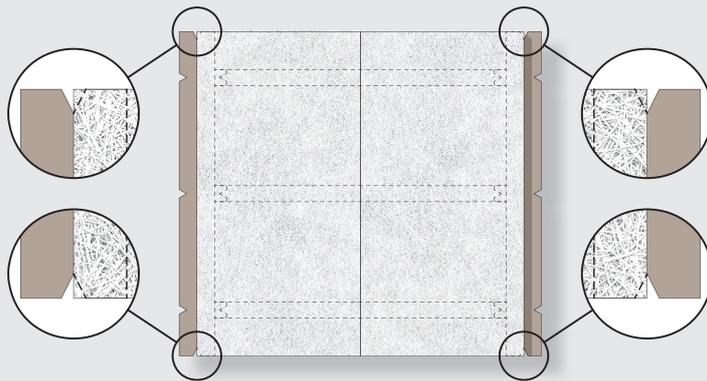
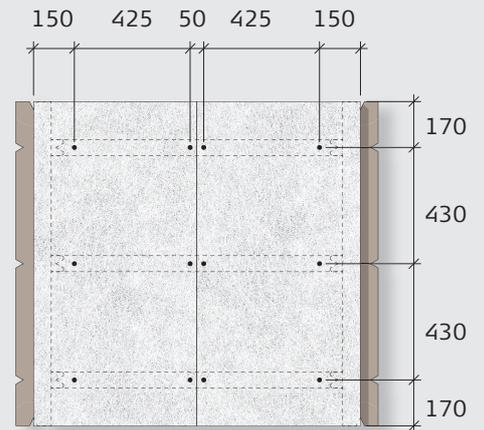

ABB. 5
ABB. 6
**5:** Legen Sie die Troldekt® Platten so auf die Schienen, dass sie genau mit der Einkerbung an jeder der beiden Schablonen bündig sind (Abb. 5). Bevor die Schrauben ganz eingeschraubt werden, ist sicherzustellen, dass der Abstand zwischen den Schrauben dem folgenden Diagramm entspricht (Abb. 6).